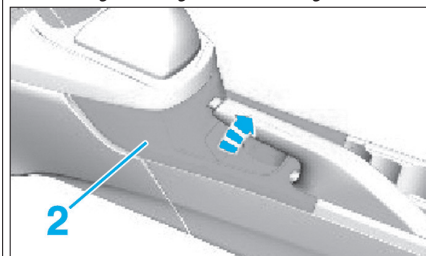

Fig. 8
- dégrafer la garniture (2) (Fig.8).